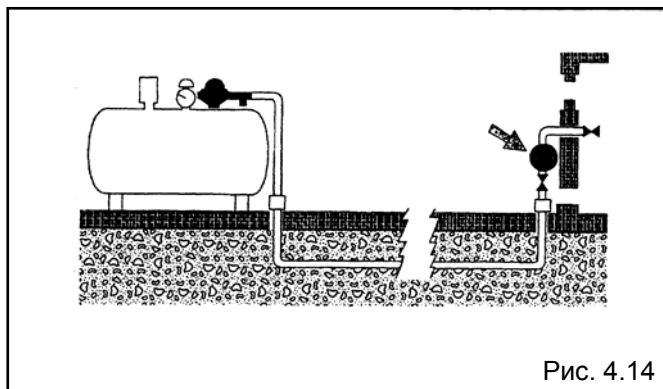

Рис. 4.14
- регулятором давления сжиженного газа доведите давление до значений, указанных в таблице на стр. 7 (рис. 4.14);